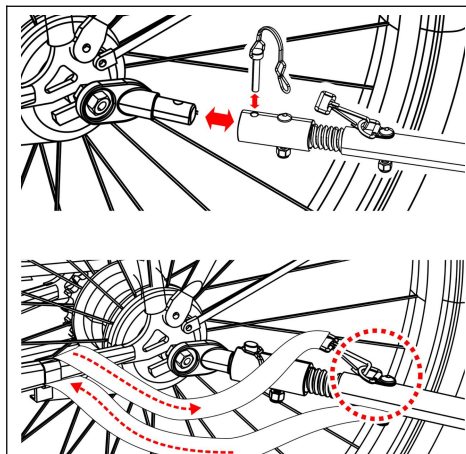

Rysunek 11
2. Oś nakrętkowa: Odkręć nakrętkę z podkładką z lewej strony tylnej osi roweru. Zamontuj zaczepek na osi i ponownie przykręć nakrętkę z podkładką (Rysunek 11).